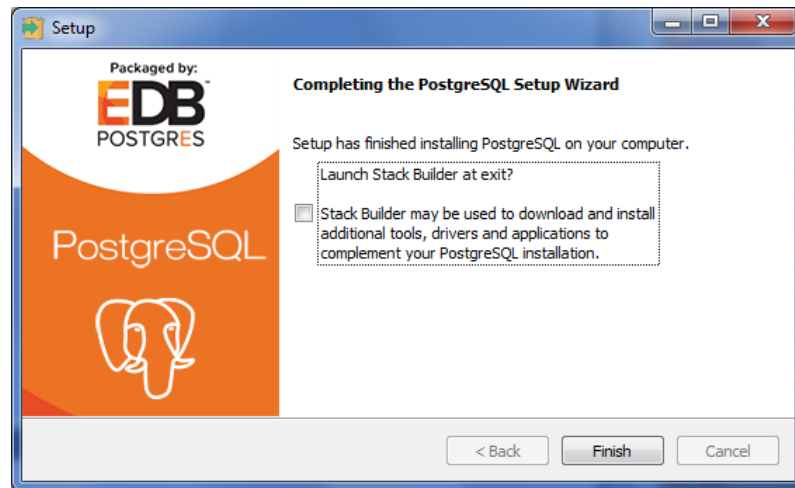

Рис. 5.12. Завершение установки СУБД PostgreSQL
- В открывшемся окне уберите флажок *Launch StackBuilder at exit?* и нажмите кнопку *Finish* (Рис. 5.12). Установка завершена.